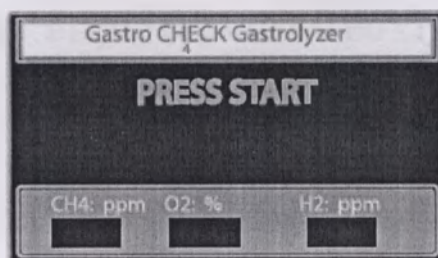

fig.11
9. Запишите эти значения и нажмите кнопку «Breath sample» для возврата к неактивному стартовому окну (Рис. 11 на следующей странице).